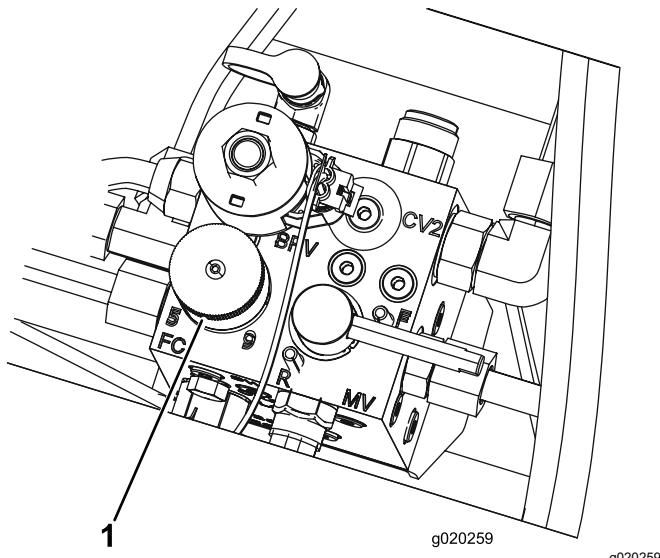

Figura 37
- Para establecer la velocidad de los molinetes, gire el pomo (Figura 37) hasta que la flecha apunte al número que indique el ajuste deseado.